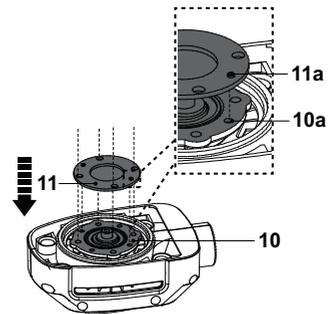

Fig. 2
- > Réassemblez/réglez le disque intercalaire (11) et le disque d'entraînement (10) si nécessaire. Alignez les broches (11a) avec les encoches (10a) et positionnez le disque intercalaire (11) sur le disque d'entraînement (10) (Fig. 2). Assurez-vous que les broches sont correctement engagées dans les encoches.
- > Assurez-vous que le disque intercalaire (11) et le disque d'entraînement (10) sont tous les deux dans la même position.